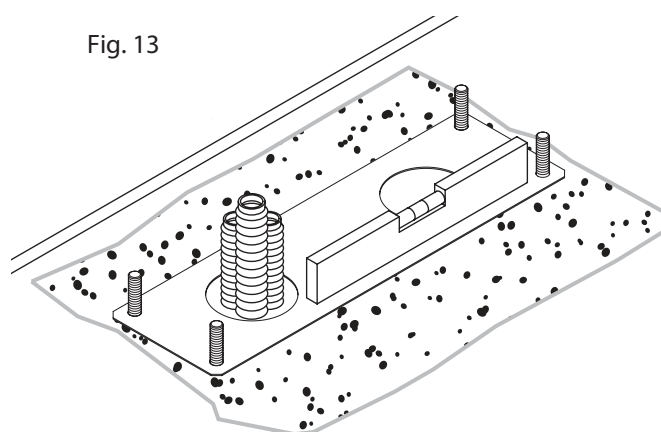
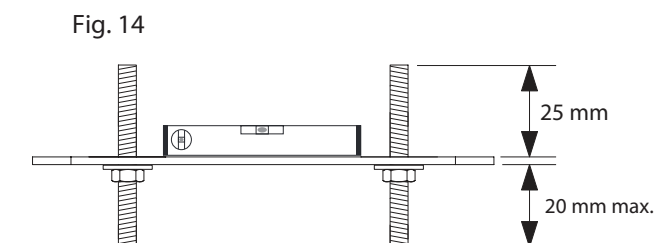

Fig. 13
Fig. 14
9. Fig.13 toont de funderingsplaat wanneer deze is gemonteerd. Wanneer dit noodzakelijk is, kan de plaat nu verhoogd worden met een maximum van 20 mm. Plaats de 4 moeren en ringen onder de plaat zoals aangegeven in Fig.14.